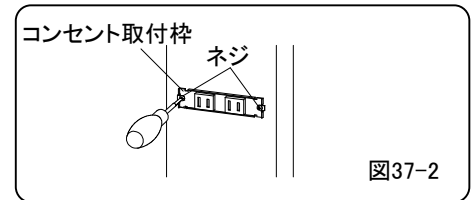

図37-2
- ②コンセント取付枠のネジをはずし、取付枠を手前に引き出してください。(図37-2,3)